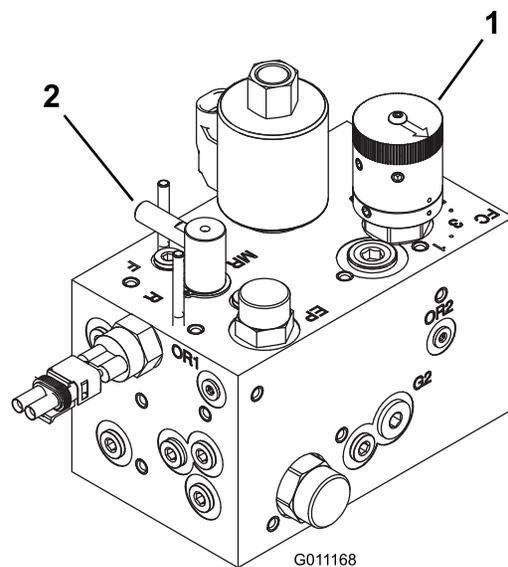

Рисунок 47
- Поверните ручку регулятора скорости барабана (Рисунок 47) на номер, определенный при выполнении пункта 1.